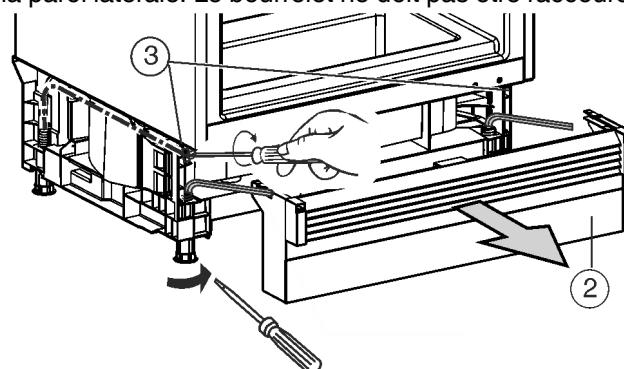

Fig. 10
- Tirer en avant la plinthe Fig. 10 (2) pour la retirer.
- ▶ Dévisser en diagonale les pieds arrière Fig. 10 (3) avec un tournevis et les pieds réglables avant avec une clé mâle de 8 juste au-dessous du plan de travail.
- ▶ Dévisser à fond en diagonale les pieds réglables arrière Fig. 10 (3) avec un tournevis et les pieds réglables avant avec une clé mâle de 8 (pour des pieds réglables vissés) ou un tournevis (pour des pieds réglables dévissés). Le décalage maximum est de 1-31/32 " (50 mm).